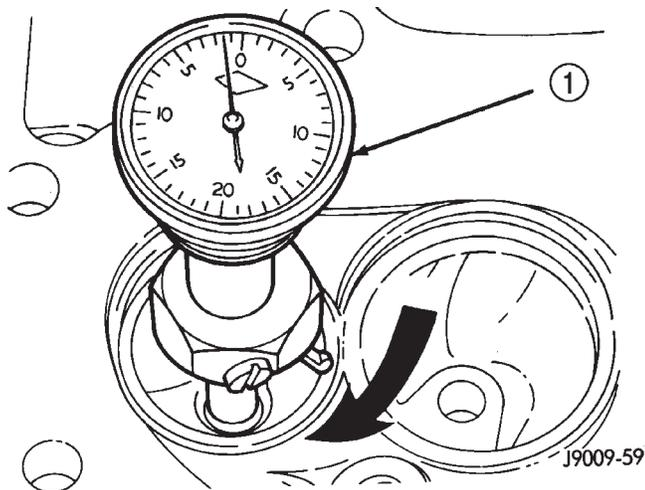

Abb. 81 Messung des Ventil Sitzschlags
(1) Führungshülse der erforderlichen Größe in die Bohrung der Ventilführung einführen. Ventil Sitz auf den vorgeschriebenen Winkel nacharbeiten. Nur so viel Material abtragen, wie zum Glattschleifen der Oberflächen erforderlich ist.
(2) Ventil Sitzrand mit geeignetem Ventil Sitzfräser auf Sollmaß schleifen.
(3) Ventil Sitz auf Schlag prüfen; der Schlag darf maximal 0,0635 mm (0,0025 Zoll) betragen (Abb. 81).